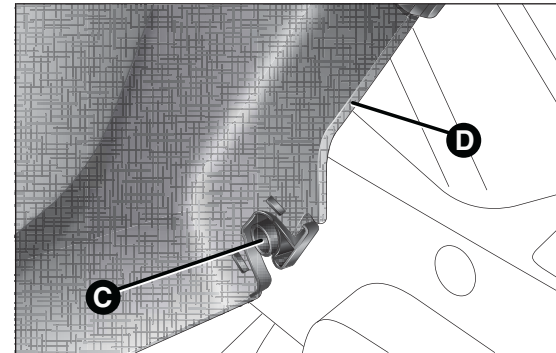

fig. 54
- liberare i perni C fig. 54 posti all'esterno del ripiano, quindi rimuovere la cappelliera D sfilandola verso l'esterno;